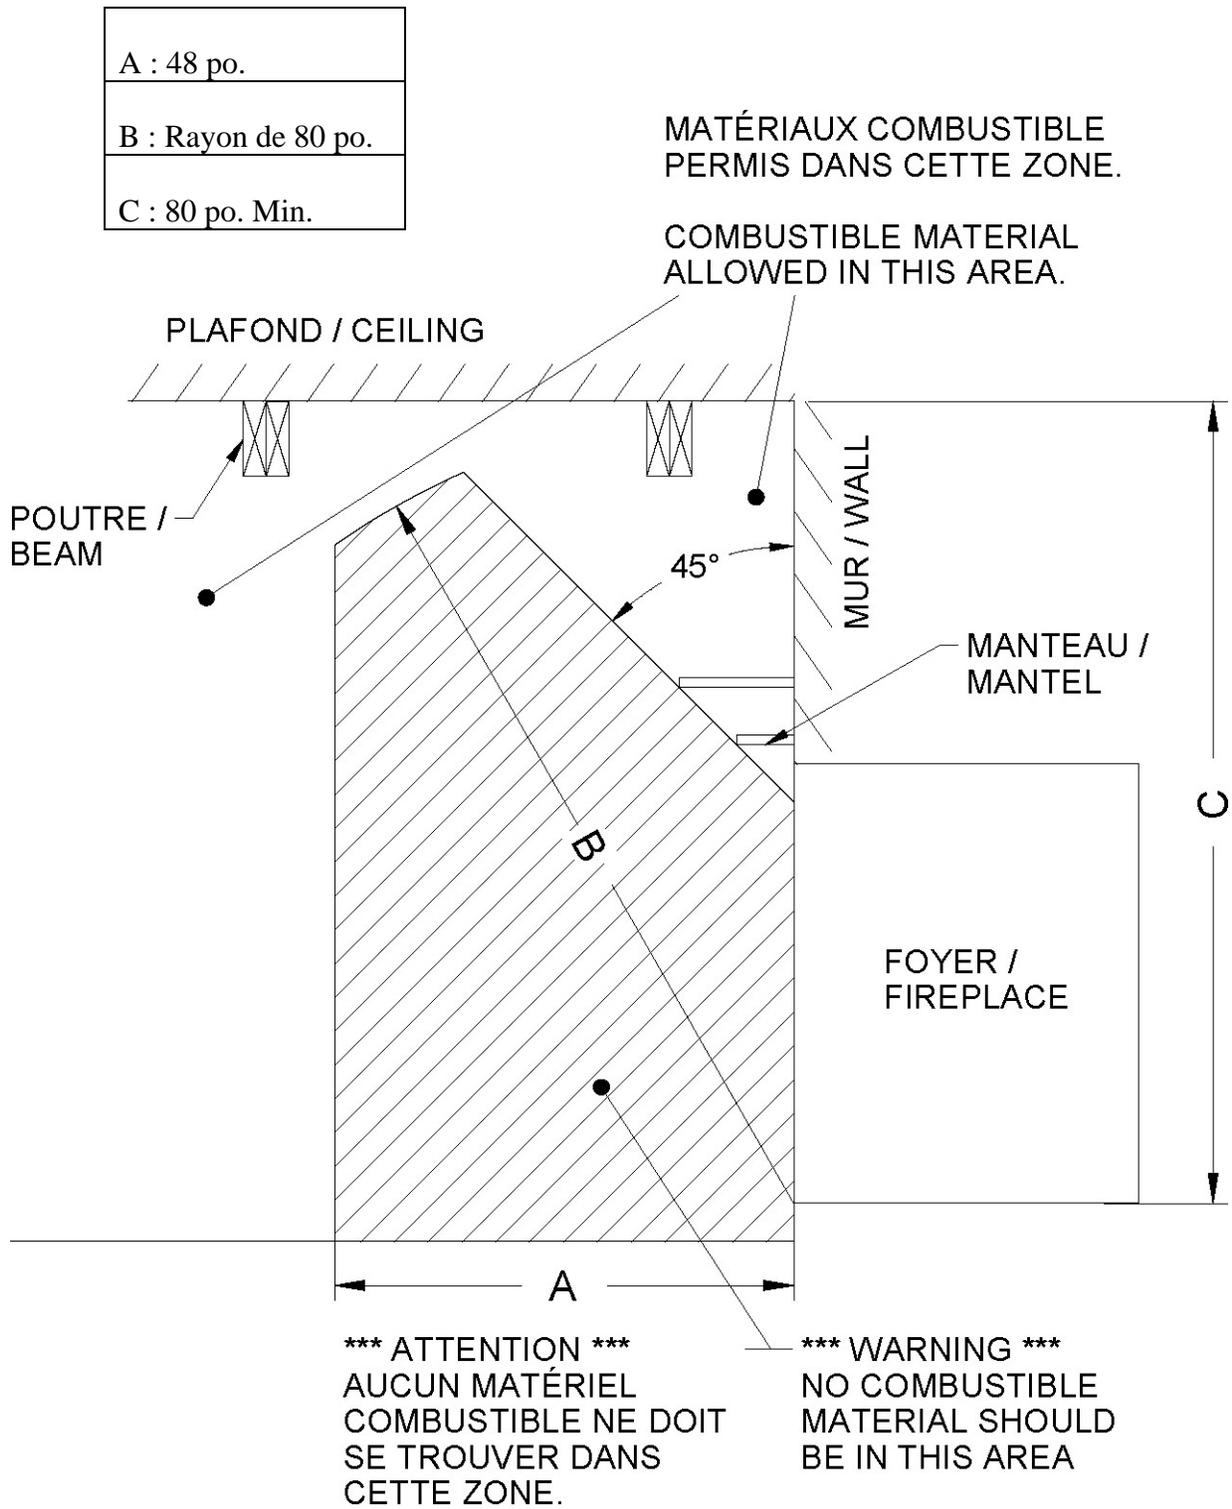

Figure 13 : Installation des matériaux combustibles et non combustibles
5. Les matériaux combustibles doivent être installés parallèlement à la façade du foyer et ne doivent pas dépasser cette dernière. (Figure 13)
8. La partie du haut du mur de l'enceinte doit être fait d'un minimum de 305 mm (12 po) de matériel non combustible (Durock) (voir Figure 13). Si le matériel utilisé pour le revêtement du foyer est utilisé à l'intérieur de 12'', il doit être non-combustible.